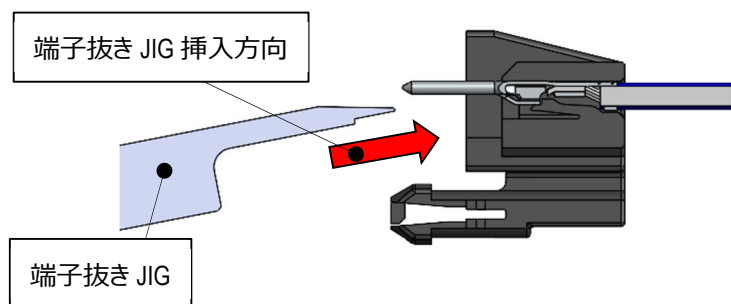

図.28 端子抜き JIG 挿入工程
- ② 図28のように端子抜きJIG先端を斜め下方向から挿入してください。